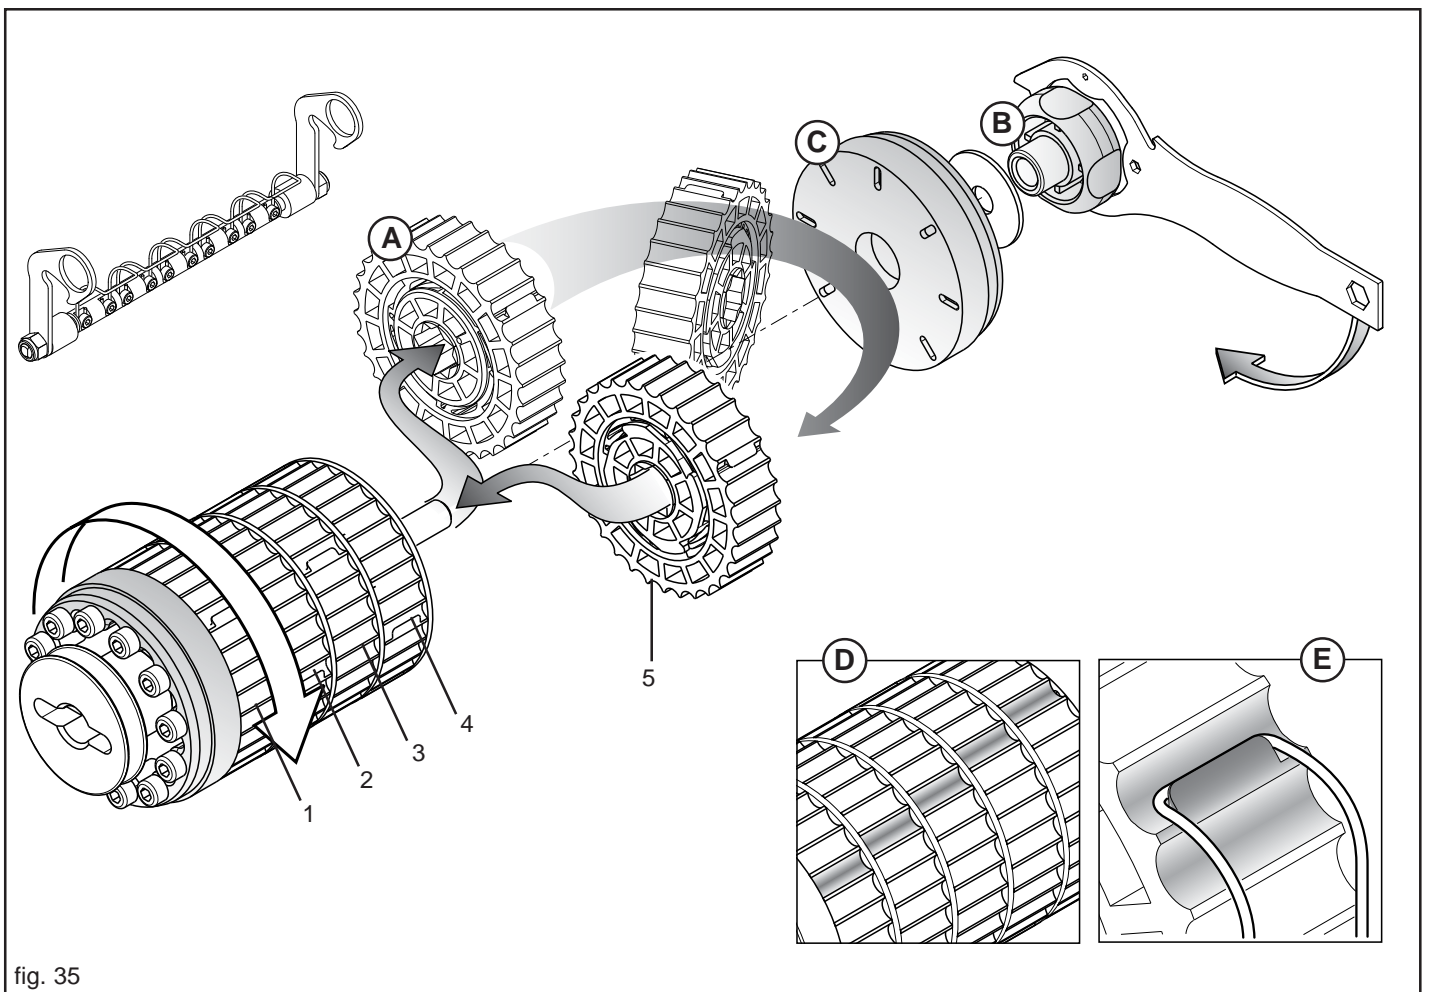

fig. 35
Vorausgesetzt, dass jedes Element (A, Abb. 35) 20% der gesamten Dosierrolle verteilt, können die arbeitenden Elemente erhöhen werden, um die Drehgeschwindigkeit des Getriebes zu reduzieren und um dadurch eine gleichmäßigere Produktstreuung zu erhalten.
Nach dem Abbau der Dosierrolle von dem Gerät ist der Kugelgriff (B, Abb. 35) mit dem beigestellten Schraubenschlüssel abzuschrauben und dann ist die Feststellnutmutter (C) zu entfernen. Das ausgeschlossene Element oder die ausgeschlossenen Elemente abziehen und um 180° gedreht wieder anbringen, **wobei die korrekte Position der einzelnen Elemente einzuhalten ist** (1-2-3-4-5, Abb. 35).
Beim Anbringen der Elemente ist derart vorzugehen, dass die Kehlen der aktiven Elemente bei der Arbeit zueinander verschoben sind (D, Abb. 35), um eine kontinuierliche Streuung zu gewährleisten.
Das Reinigungselement in der Arbeitsposition festspannen und sicherstellen, dass die Federn an den entsprechenden, auszuschließenden Elementen (E, Abb. 35) befestigt sind, um deren Drehung und folglich die Streuung zu verhindern.